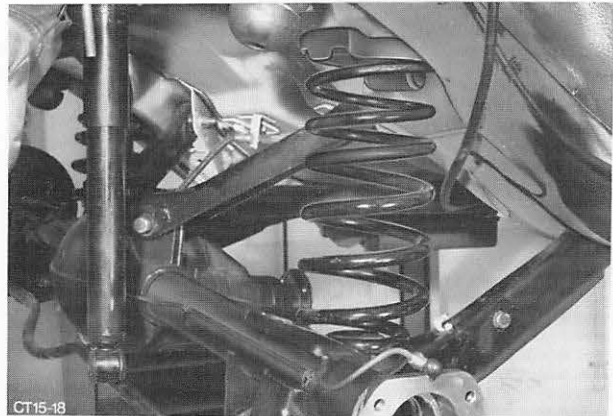

Abb. 23 Schraubenfedern mit Gummiauflage montieren
11. Schraubenfedern in die Führungslager der Längslenker einsetzen und Achse anheben. Auf richtige Einbaulage der Federn und Gummiauflagen achten. Abb. 23.